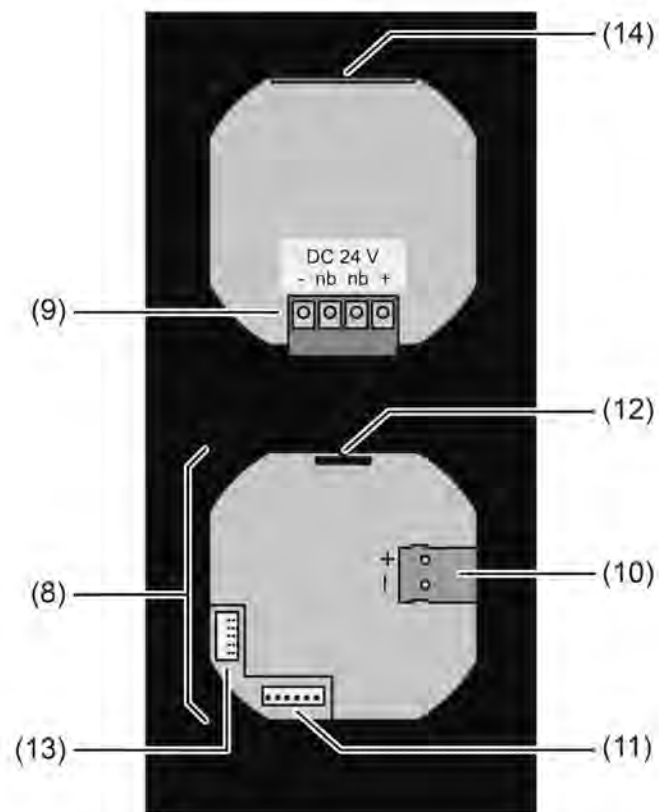

Bild 2: Geräteaufbau Rückseite (mit aufgestecktem KNX-Kommunikationsmodul)
- Versorgungsspannung an Klemme (18) anschließen und in Anschluss (9) einsetzen (Bild 2). Polarität beachten!
- Anschlussleitung des Tastsensor-Erweiterungsmoduls (25) zwischen Tragrings und Rahmen führen.
- Tastsensor-Erweiterungsmodul (26) mit beiliegenden Kunststoffschrauben (27) am Tragrings befestigen. Die Schrauben nur leicht anziehen.
- Den Stecker der Anschlussleitung des Tastsensor-Erweiterungsmoduls lagerichtig in den Steckplatz des Kommunikationsmoduls am Smart Control (11) einstecken (Bild 2). Dabei darauf achten, dass die Anschlussleitung nicht gequetscht wird.